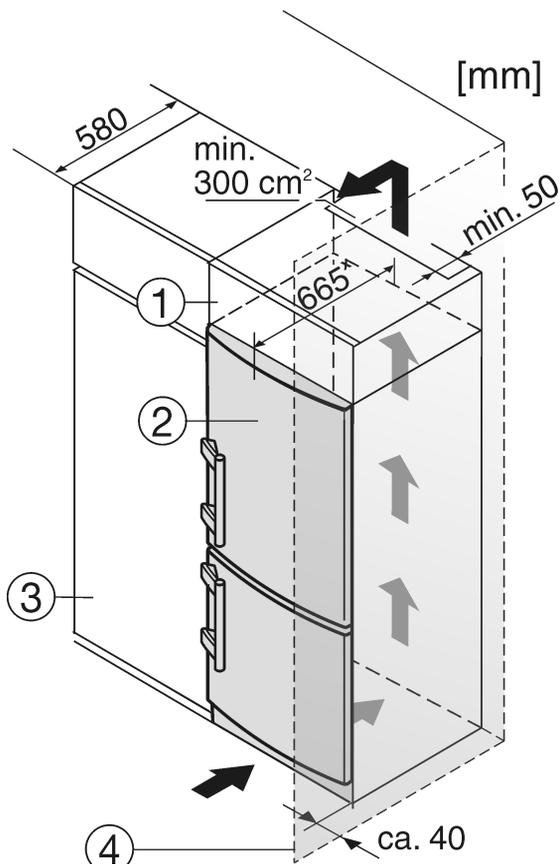

Fig. 9
Устройство может быть окружено предметами кухонной обстановки. Чтобы уравнять устройство Fig. 9 (2) по высоте с кухонной стенкой, можно установить над устройством соответствующий дополнительный шкафчик Fig. 9 (1).
При комбинировании с кухонными шкафами (глубина макс. 580 мм) устройство можно установить непосредственно рядом с кухонным шкафом Fig. 9 (3). Устройство выступает сбоку на 70 мм × и по центру на 85 мм × относительно передней стенки кухонного шкафа.
Если устройство установлено на шарнирах у стены Fig. 9 (4), то расстояние между устройством и стеной должно быть не менее 40 мм. Настолько выступает ручка при открытой дверце.